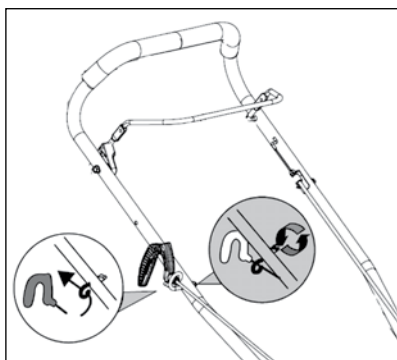

Рис. 2
2. Проденьте шнур через держатель рукоятки (рис. 2).